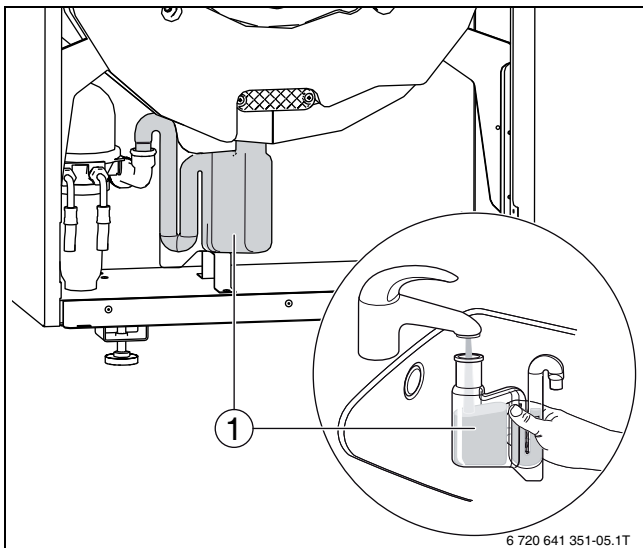

Bild 17 Siphon mit Wasser befüllen
- ▶ Siphon (→ Bild 17 [1]) nach oben aus dem Kondensatablaufrohr ziehen.